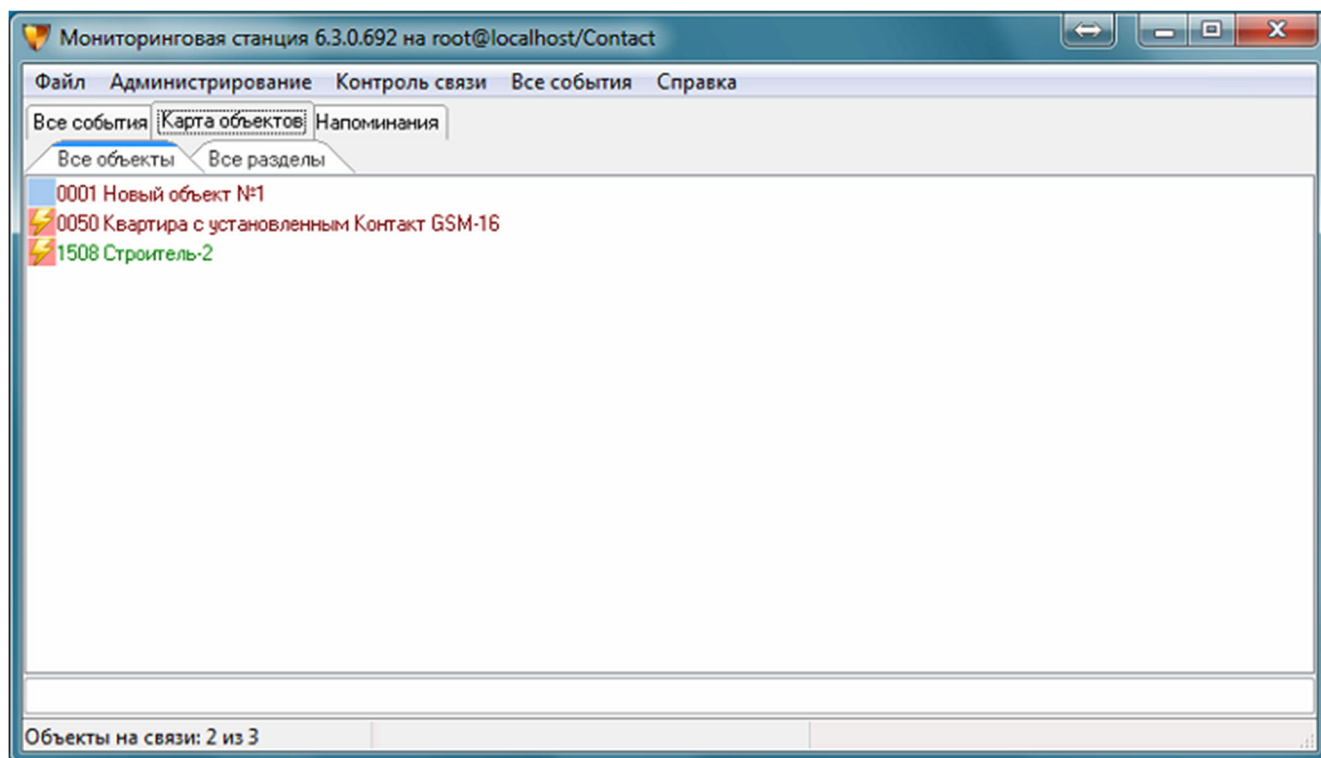

Рисунок 12
4.1.2.2 В разделе «Все объекты» отображается список охраняемых объектов (Рисунок 12).